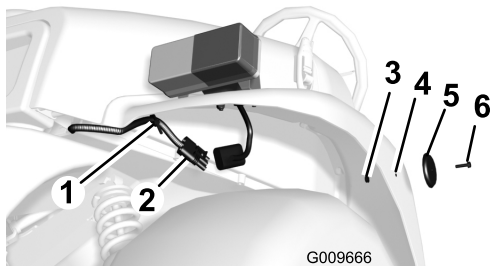

Figura 14
3. Pase el conector por debajo del guardabarros delantero y sujete el conector a la parte inferior del guardabarros con el anclaje de plástico del arnés (Figura 14)
2. Instale uno en cada lado del guardabarros delantero en los taladros perforados anteriormente (Figura 14).